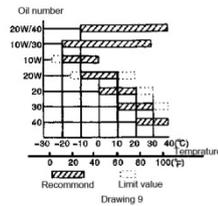

Figura 9
4) Elija el grado de aceite de acuerdo a las condiciones de trabajo. (Figura 9)